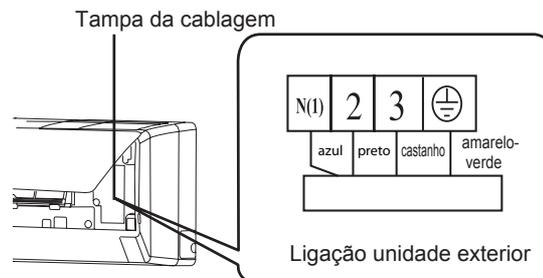

Fig.6
2. Retire a tampa da cablagem Fig.6.